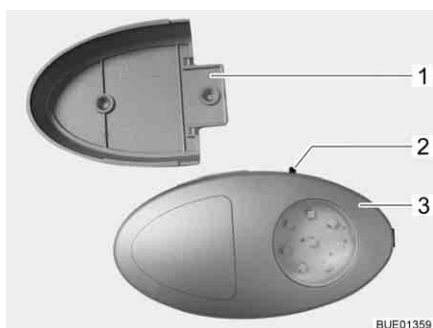

Fig. 56 Lámpara del armario ropero
- ▷ La lámpara del armario ropero puede ser extraída del soporte atornillado (Fig. 56,1) y ser usada como linterna.
El interruptor (Fig. 56,2) está instalado directamente en la lámpara del armario ropero (Fig. 56,3).